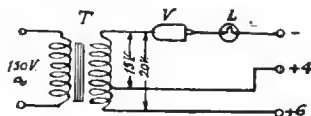

Fig. 7.
Quest'ultimo dispositivo (Fig. 7) differisce da quelli descritti precedentemente per il fatto di avere inserita permanentemente nel circuito di carica una resistenza costituita da una lampada speciale con filamento molto grosso (L), la quale oltre che a regolare la corrente di carica sostituisce le valvole fusibili di protezione della valvola raddrizzatrice. Infatti, anche con un corto circuito ai morsetti d'uscita, la corrente non può superare il valore normale.